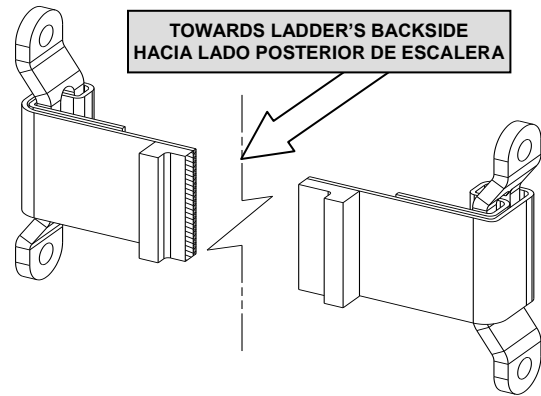

Fig. A1-2
3. Thread the webbing around the bracket and through slot as shown in **Figs. A1-2** and **A1-4**.
4. Adjust and tighten steadily all bolts and locknuts using (2) 7/16" wrenches. For further adjustments, brackets must be loosened.
3. Enrolle el cinto alrededor de la oreja y a través de la ranura como se muestra en las **Figs. A1-2** y **A1-4**.
4. Ajuste y apriete firmemente todos los tornillos y tuercas usando (2) llaves de 7/16". Para ajustes posteriores, las orejas deberán ser aflojadas.